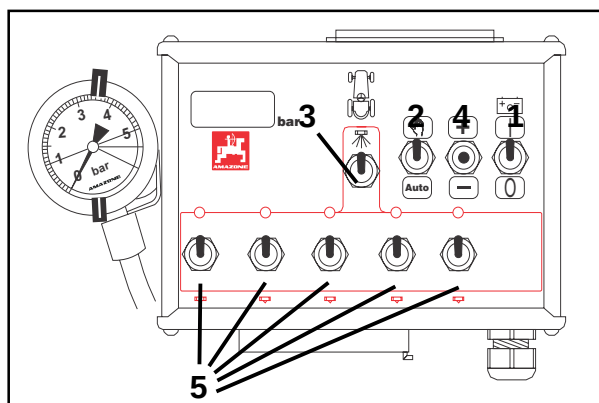
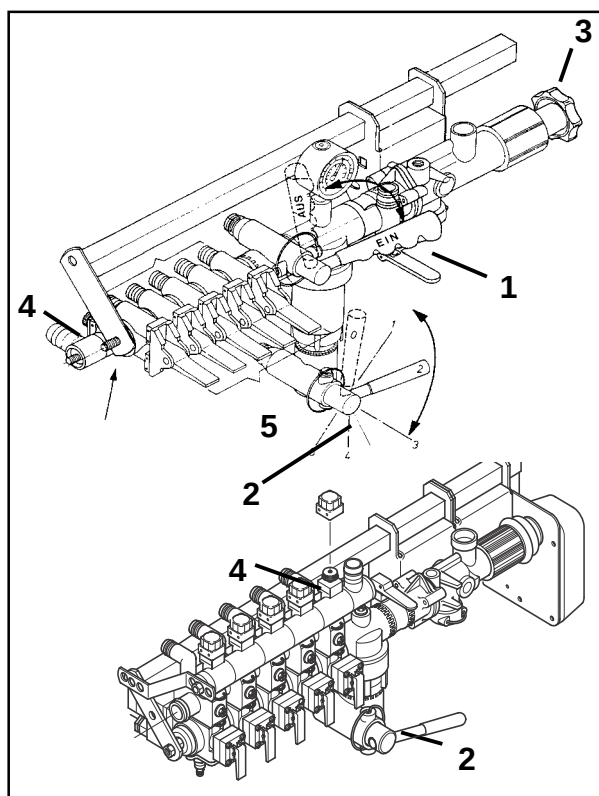

Fig. 7.6
Fig. 7.7
- Betjeningspanelets tænd/slukk-kontakt (fig. 7.6/1) sættes i position "I". Den røde kontrollampe lyser på betjeningspanelet, og den er klar til brug.
- Den centrale til- og frakobling af bommen sættes i position "I" (tændt) (centralhanen (fig. 7.7/1) eller kontakten (fig. 7.6/3)). Alle delbreddeventiler åbnes og der strømmer vand ud af dyserne.
- Omrøretrin "1" (fig. 7.7/2) indstilles på reguleringshanen.
- Stjernehåndtaget (fig. 7.7/3) drejes eller $\pm$ tasten (fig. 7.6/4) trykkes, indtil sprøjtemanometeret viser et tryk på 4 bar.
- En delbredde af sprøjtebommen lukkes via en doseringshane (fig. 7.7/5) hhv. delbreddekontakten (fig. 7.6/5). Sprøjtemanometer bliver ændret til det indstillede sprøjte tryk.
- Fingerskruen (fig. 7.7/4) til denne doseringshane hhv. delbreddeventil drejes, indtil trykmåleren igen viser det nøjagtige sprøjte tryk på 4 bar. Derefter åbnes denne delbredde.